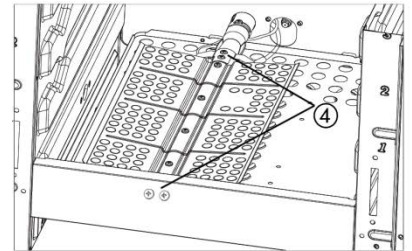

fig. 22
- Retirer les vis de fixation du brûleur (4 au total) (fig. 22).